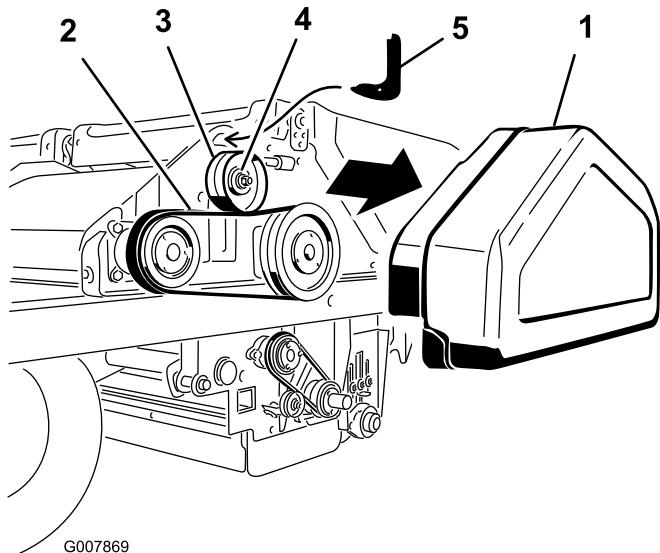

Figure 58
- Retirez le couvercle de courroie (Figure 58).
- Desserrez l'écrou sur la poulie de tension (Figure 58).
- Insérez le bout crochu du tendeur de courroie dans le trou au-dessus de la poulie de tension (Figure 58).
- Insérez l'embout d'entraînement d'une clé dynamométrique de 1/2 pouce dans le trou du tendeur de courroie (Figure 58).
- Tournez le tendeur vers vous jusqu'à obtention d'un couple de 5,7 N m, puis tout en maintenant ce couple, serrez l'écrou de la poulie (Figure 58).